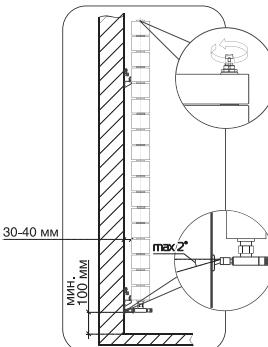

Рис. 3.
1. Для эффективной работы радиатора необходимо соблюдать монтажные расстояния, указанные на рис. 3.
! Во избежание аварии допустимо отклонение оси коллектора радиатора от подводящих труб не более  $2^\circ$  (рис. 3).